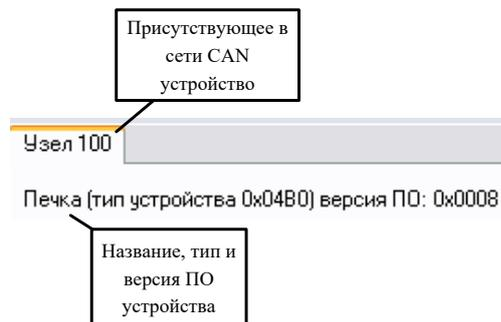

Рис. 6.6 Список присутствующих устройств
1. Если программа UniCON не запущена – запустите ее. После включения программы должен сформироваться список присутствующих в сети CAN устройств – см. Рис. 6.6:
1. Если программа UniCON не запущена – запустите ее. После включения программы должен сформироваться список присутствующих в сети CAN устройств – см. Рис. 6.6.